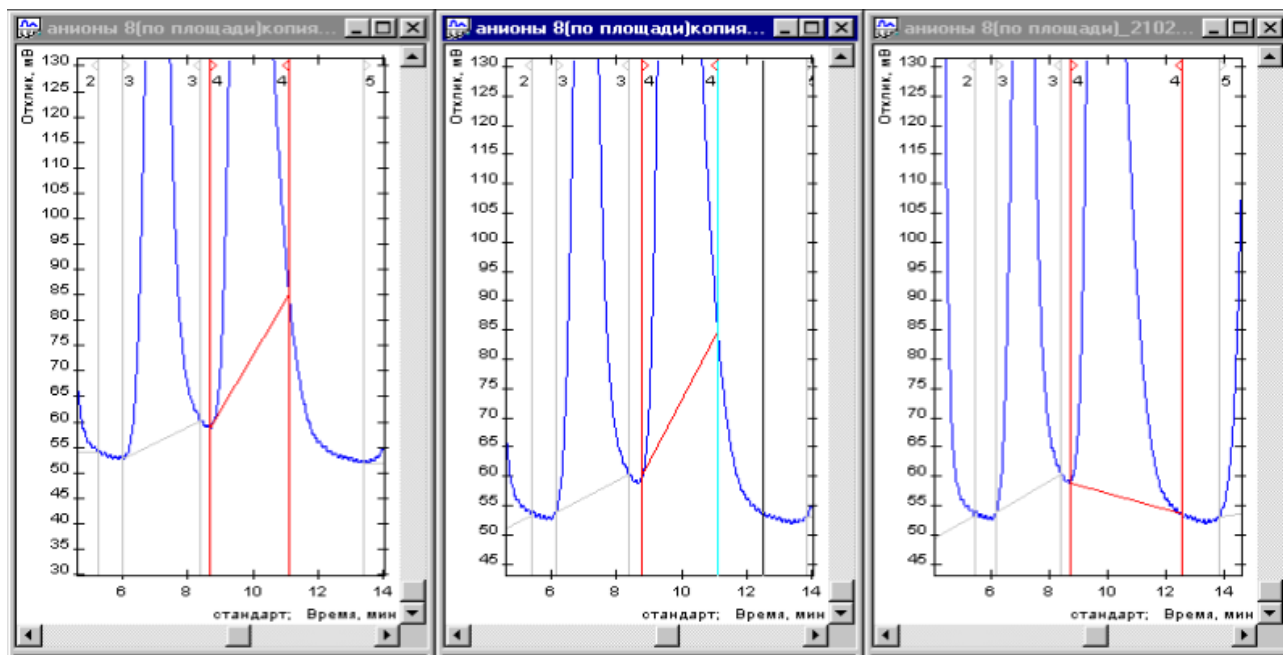

Рис. 54: 1) Выбранный пик; 2) Перемещение границы пика; 3) Результат.
2. Чтобы переместить границу пика, кликните по ней и, удерживая левую кнопку мыши, переместите границу в необходимую позицию (**Рис. 54**).